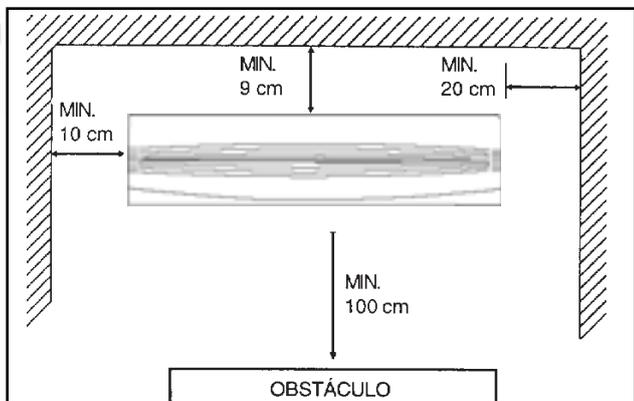

FIGURA 6 - ESPAÇOS MÍNIMOS RECOMENDADOS 42M
- * Selecionar um local com espaço suficiente que permita reparos ou serviços de manutenção em geral, como por exemplo a limpeza do filtro de ar. Os espaços mínimos apresentados na figura 6 deverão ser respeitados.